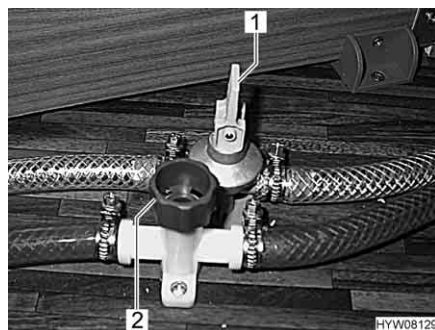

Fig. 118 Rubinetti di scarico
- Chiudere i rubinetti di scarico. Ruotare i coperchi (Fig. 118,2) in senso orario e posizionare la leva a bilanciere (Fig. 118,1) in posizione orizzontale.
- Aprire i rubinetti di scarico (Fig. 118). Posizionare la leva a bilanciere (Fig. 118,1) verticalmente e ruotare il tappo (Fig. 118,2) in senso antiorario. Il boiler viene svuotato verso l'esterno tramite i rubinetti di scarico.